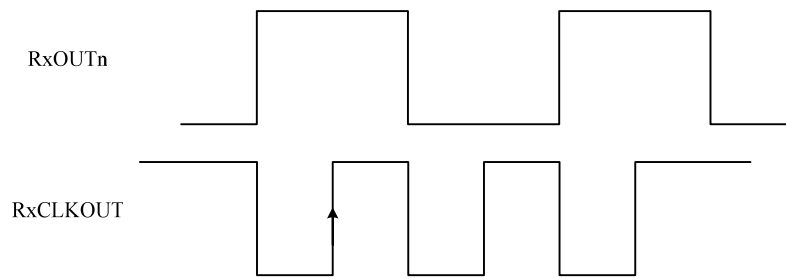

图 5 解码输出时钟与数据采样关系图
2) 输出的 28 bits 并行数据 RXOUTn 与时钟 RXCLKOUT 为同步关系，如下图 5 所示：